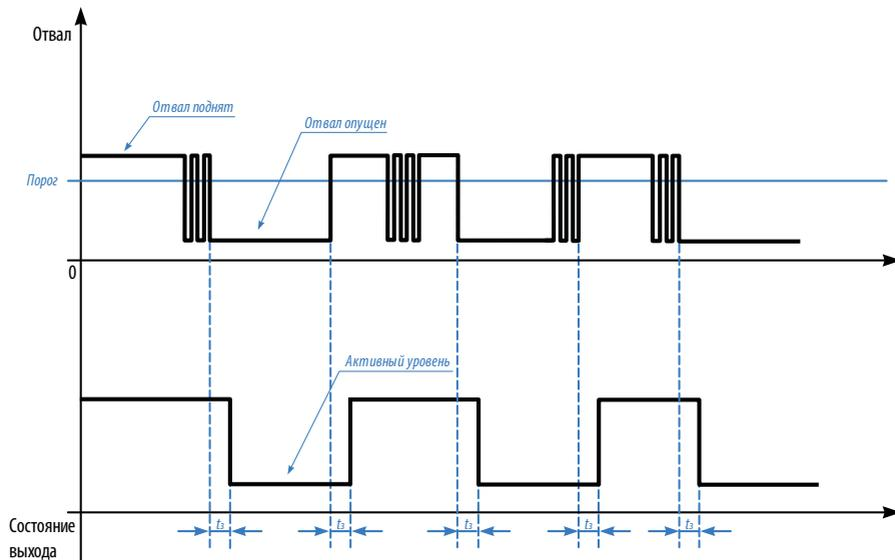

Рис.11. Диаграммы работы выходов в режиме Отвал.
**Отвал.** В данном режиме выход устанавливается в активное состояние, если текущий угол наклона ниже порог дольше, чем заданная задержка. Если угол наклона был больше порога дольше, чем заданная задержка, то произойдет переключение выхода в неактивное состояние (Рис.11).